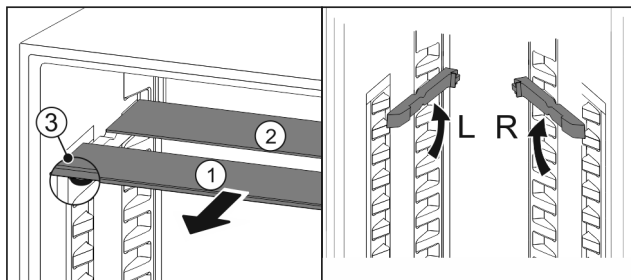

Fig. 50
- ▶ Wyciągnąć Fig. 50 (1) pojedynczo półki szklane do przodu.
- ▷ Płyta szklana Fig. 50 (1) z listwą ozdobną znajduje się z przodu.
- ▷ Stopery Fig. 50 (3) wskazują w dół.